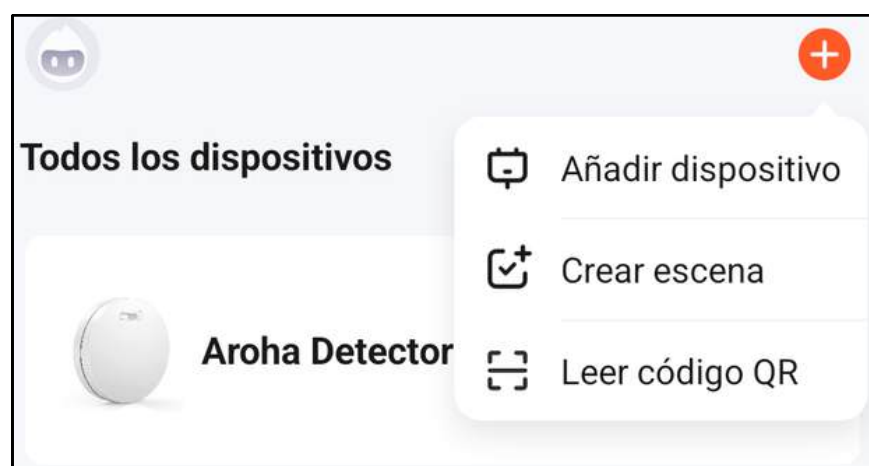

Figura 2: Agregar dispositivo en la aplicación
5. Haga clic en "+" en la esquina superior derecha de la pantalla de inicio de la aplicación. Luego elija "**Añadir dispositivo**", como se ve en la Figura 2. La aplicación ahora buscará automáticamente los dispositivos que estén en modo de emparejamiento. Siga los pasos descritos en la aplicación.